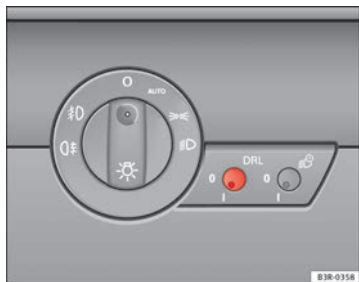

Abb. 88 Schalter Tagfahrlicht
- Drücken Sie kurz auf den Knopf ⇒ Abb. 88, um ihn aus seiner Position auszurasten.